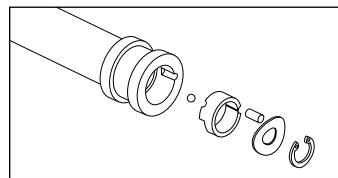

Fig. 3
- Retire cuidadosamente el plato graduado, la arandela ondulada, la aguja graduadora y la bola graduadora. Esta última está situada por debajo del plato graduado (Fig. 3). Tenga cuidado de no perder la bola graduadora, ya que es de pequeño tamaño y puede extraviarse fácilmente.